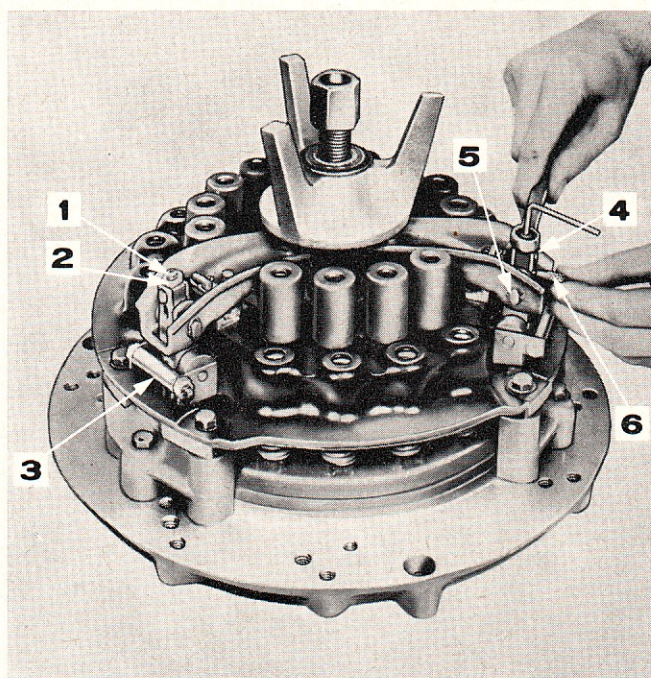

Figure 39: Réglage de la garde de l'embrayage de prise de force
18. Une fois les axes calibrés mis en place, dévisser l'écrou du pivot central jusqu'à ce qu'il se sépare de la rondelle de butée (Figure 39). Orienter la biellette d'attelage centrale de telle sorte que la vis de réglage à sa partie supérieure soit centrée sur la barrette de poussée, puis introduire la pinule No. SW510-7 à travers la biellette, comme représenté sur la Figure. Desserrer l'écrou de la vis de réglage, et tourner celle-ci dans le sens voulu, jusqu'à ce qu'un certain frottement sur la pinule se fasse sentir quand on fait tourner celle-ci. La pinule doit être animée d'un mouvement de rotation et non de va et vient. La résistance éprouvée entre la barrette de poussée et la vis de réglage doit être la même pour toutes les biellettes.
19. Bloquer les vis de réglage (Figure 39) au moyen de leurs contre-écrous, et contrôler de nouveau le frottement. Régler de nouveau s'il y a lieu, jusqu'à ce que le frottement soit uniforme pour toutes les biellettes.
20. Le réglage des biellettes achevé, serrer l'écrou du pivot central (Figure 39) juste assez pour annuler la pression sur les entretoises. Extraire les entretoises, puis l'écrou